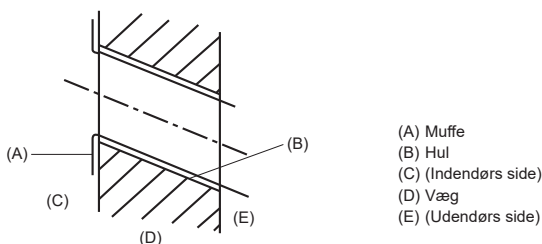

Fig. 3-3
- (B) Indendørsenhed
- (C) Nederste venstre bageste rørhul (ø75-ø80)
- (D) Nederste højre bageste rørhul (ø75-ø80)
- (E) Udsparring til bageste venstre hul (75 × 480)
- (F) Bolthul (4-ø9 hul)
- (G) Central målingsåbning (ø2,5 hul)
- (H) Tappeåbning (75-ø5,1 hul)
- (I) Hulmidte
- (J) Juster skalaen med linjen.
- (K) Indsæt skala.
3.2.2. Boring af hul til rørføring (Fig. 3-3)